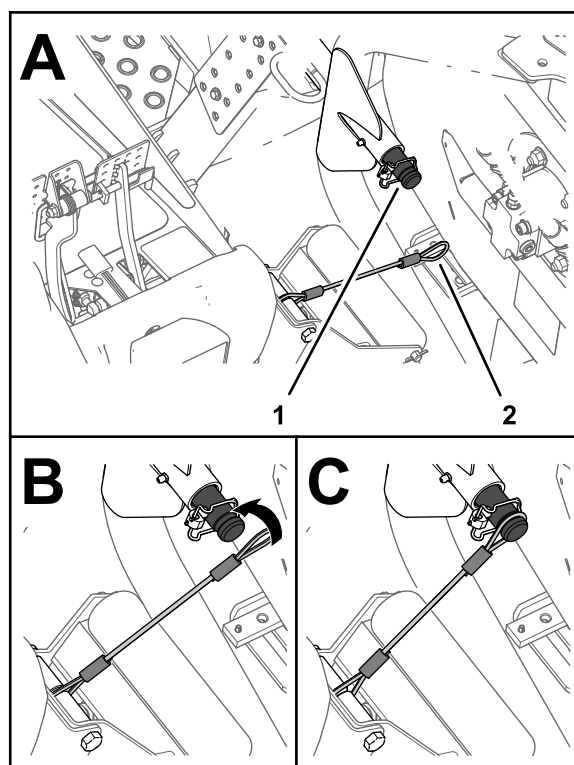

Figura 40
5. Allineate il cordino all'albero portante del braccio di sollevamento dell'apparato di taglio anteriore esterno (Figura 40).
6. Fate scorrere l'occhiello del cordino sull'albero portante fino a quando non è completamente inserito nella scanalatura sull'albero (Figura 40).